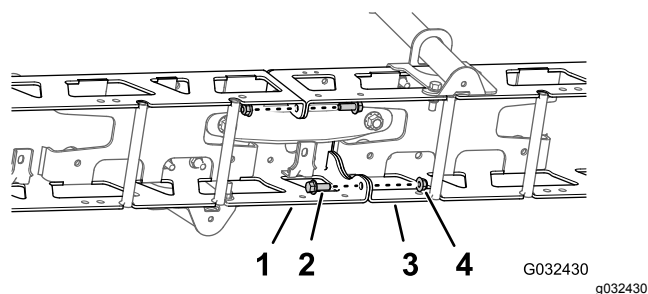

図 74
- 左右のトラスフレームの垂直フランジを固定しているフランジヘッドボルト3/8 x 1 インチ 2本とロックナット3/8 インチ2個を取り外す 図 74。